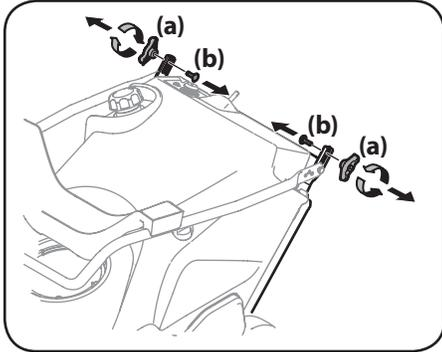

Figure 2-2
1. Retirez les écrous papillon (a) et les boulons de carrosserie (b) de la partie supérieure de la poignée inférieure. Voir Figure 2-2. Il n'est pas nécessaire de retirer le boulon à épaulement et l'écrou autobloquant à bride qui se trouvent sous l'écrou papillon et le boulon de carrosserie.